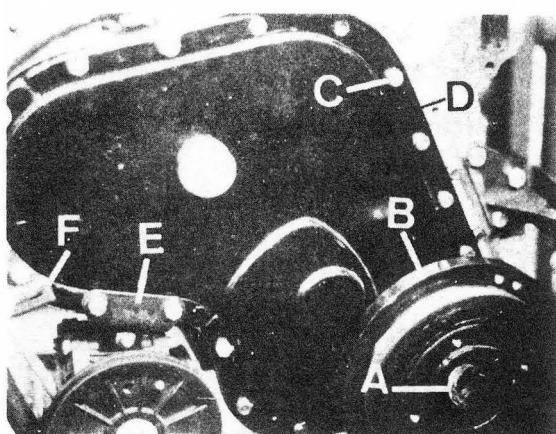

Fig. A3-62 Desmontaje de la tapa de la distribución y damper
- 1.5. Desmontar el tornillo -garra, A (Fig. A3-62) y retirar el damper, .B.
- 1.6. Desmontar los tornillos, C (Fig. A3-62) que fijan la tapa, D, el soporte del depresor, E, y el del tensor, F. Retirar éstos y la junta de la tapa.
- 3.2. Desmontar el damper e instalar el resto de los tornillos que fijan la tapa y los soportes, E, y F (Fig. A3-62).
- 3.3. Aplicar una capa de grasa en el labio de obturación del retén, instalar el damper y fijar éste con su tornillo-garra, C (Fig. A3-62), apretando éste a 27,65 mkg.